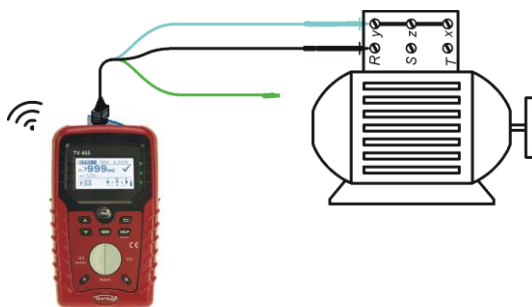

Figure 5.11: Application du cordon de test à 3 fils
- ❑ **Connecter** les fils d'essai à l'objet testé (voir *figure 5.11*).